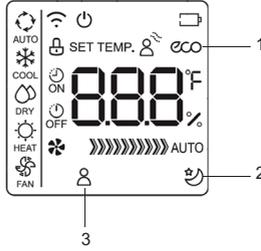

fig. 6 -
1. **"ECO" fonksiyonu** (part.1 "fig. 6 -") (iç ünite göstergesi, girilen sıcaklık değeri gösterildikten sonra ekranda arka arkaya gelen "E-C-O" harflerini gösterir). "Enerji tasarrufu" fonksiyonu, sadece COOL fonksiyonunda "ECO" tuşuna basılarak aktif hale getirilebilir. Eğer sıcaklık set point değeri 24°C'nin altında ise "ECO" modu aktif hale getirildiğinde sıcaklık set point değeri otomatik olarak 24°C'ye ayarlanır ve enerji tasarrufu için fan hızı "Auto" konumuna getirilir. Eğer sıcaklık set point değeri 24°C'nin üzerinde ise "ECO" modu aktif hale getirildiğinde sıcaklık set point değeri değiştirilemez ve fan hızı "Auto" konumuna getirilir. "ECO" çalışma modundan çıkmak için "ECO" tuşuna basınız ya da başka bir çalışma modu seçiniz ya da sıcaklık set point değerini 24°C'nin altına düşürünüz.
2. **SLEEP fonksiyonu** (bölüm 2 "fig. 6 -"). "SLEEP" modunu etkinleştirmek için "ECO" düğmesini 2 saniye basılı tutun, makineyi ekrandaki ilgili sembole vurgulanan gece moduna geçirir. Set point sıcaklığı, belirlenen aralıklarda, maksimum 2 °C olmak üzere 1°C artar ("COOL" soğuk modda) ya da azalır ("HEAT" sıcak modda). SLEEP fonksiyonu 8 saat sonra otomatik olarak sona erer ve ünite son set point değerini koruyarak çalışmaya devam eder. Fonksiyon, "FAN" (havalandırma) ve "DRY" (nem alma) çalışma modunda mevcuttur.
3. **"FOLLOW ME" fonksiyonu** (bölüm 3 "fig. 6 -"). HEAT - AUTO - COOL fonksiyonlarında aktif hale getirilebilir. Kumanda her 3 dakikada bir kumandadan okunan lokal sıcaklık sinyalini otomatik olarak klimaya gönderir. Bu sıcaklık makine kontrolü için referans alınır. Kumanda ve ünitenin birbirleri ile sinyal alış verişinde bulunabilmeleri gerekir. Eğer klima 7 dakika boyunca kumandadan sinyal almazsa bu değeri dikkate almayı bırakacak ve makine kenarındaki sonda tarafından okunan değeri kullanacaktır.